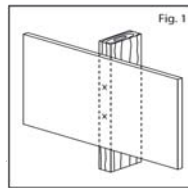

Fig. 1
2. Posicione a Base do suporte sobre a parede e marque dois pontos para fixação. Assure-se de que haja pelo menos dois pontos de fixação na coluna sob o drywall (veja Fig. 1).